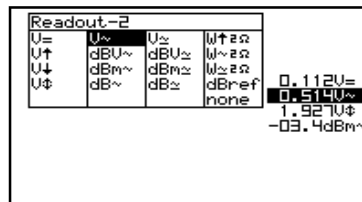

Fig 22
3. La successiva pressione del tasto **'meter'** seleziona il readout meter2 (**Fig. 22**).